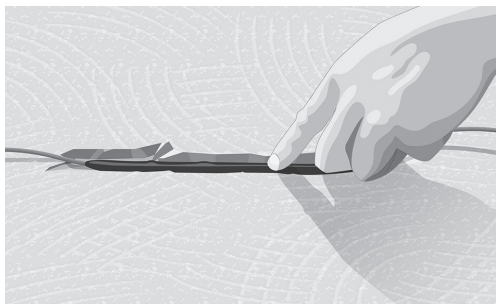

Fig. 3. Spor til skjøt mellom kaldkabel og varmekabel
4. Fres ut spor for skjøten mellom kaldkabel og varmekabel og endeskjøten. Kabelen bør være rett min. 25 cm på hver side av skjøt. Sørg for at det er nok plass til at tildekningsmaterialet kan innkapsle skjøtene fullstendig med minst 10 mm på hver side av skjøten. Spordybden lages i samsvar med den totale byggehøyden (Fig. 3).